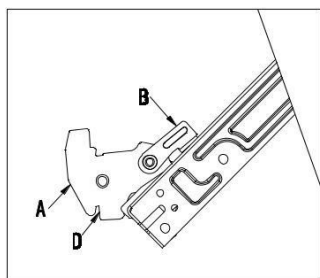

Рис.1
Для облегчения процесса очистки внутри духового шкафа Вы можете снять дверцу (рис. 1).
1. Откройте дверцу полностью и поднимите два рычага «В» (рис. 1);